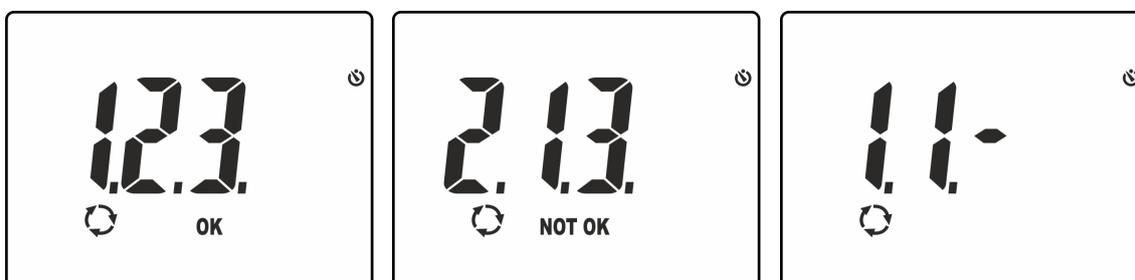

Fig. 14: Resultados positivos do teste da sequência e concordância das fases
7. Após o reconhecimento do valor estável da tensão na fase L2, o instrumento apresenta automaticamente a mensagem “**1.2.3.**” (teste OK) ou a mensagem “**2.1.3**” (teste NÃO OK (NO OK)) como se mostra na Fig. 14
8. Nos casos em que seja necessário verificar a concordância das fases entre dois sistemas trifásicos em paralelo, após o reconhecimento da fase L1 do primeiro sistema, colocar a ponteira na fase L1 do segundo sistema. O resultado final correto é a mensagem “**1.1-**” (ver Fig. 14 – parte direita).